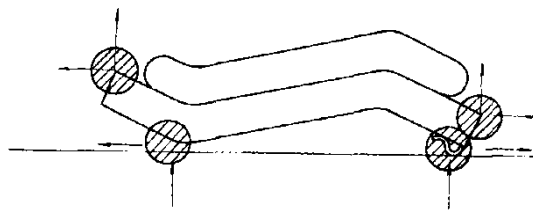
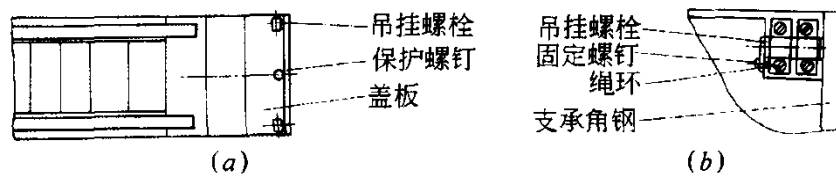

图 30-3-5
图 30-3-6
(1) 承重受力点选择 (图 30-3-5、图 30-3-6)